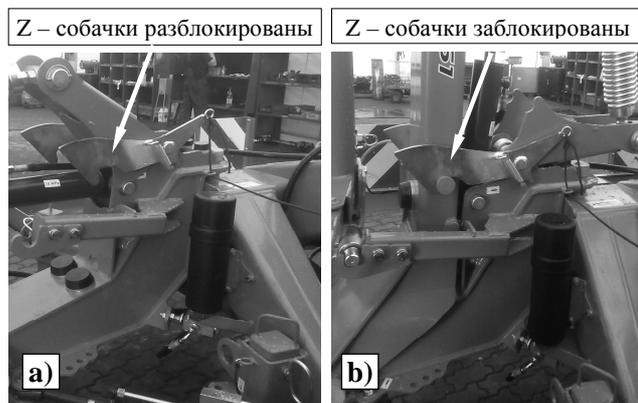

Рис. 13. Позиции собачки
- гидравлическими транспортерами поднять режущую систему в вертикальное положение до закрытия собачки Z (Рис. 13)
- натянуть трос таким образом, чтобы разъединить собачку **Z** (Рис. 13) от защелки и запуская клапан внешней гидравлики трактора установить брус с режущим блоком при помощи гидродвигателя в горизонтальное положение,